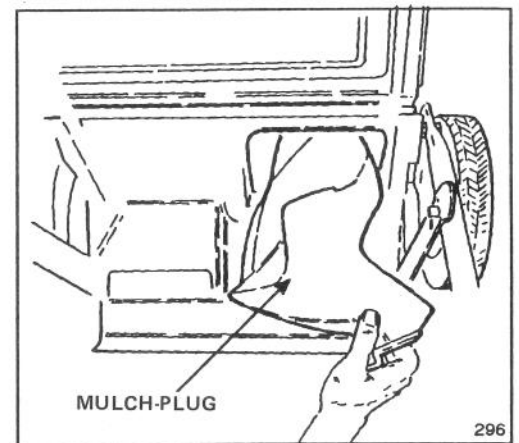

Bild 28
**4. Mulch-Plug-Kit, Modell Nr. 59172** – Beinhaltet Mulchplug (Bild 28), Mulchmesser, Messerversteifer und Schutzpfanne. Wandelt einen nach hinten auswerfenden Grasfangsackmäher in einen Mulchmäher um.